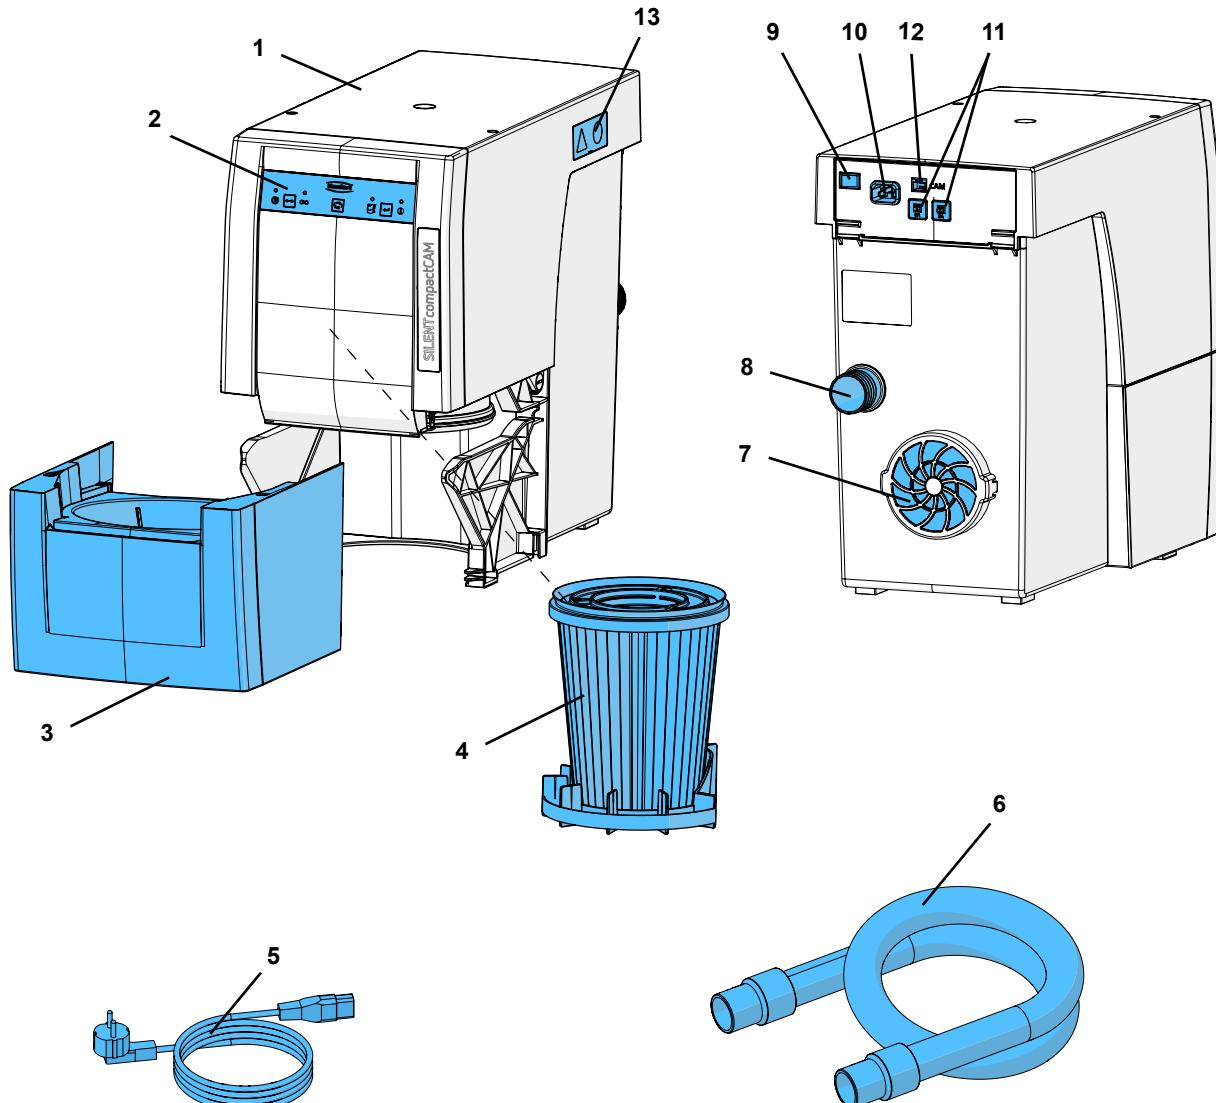

図 1
- ・集塵装置は、排気口(7、図1)を妨げないように、設置して下さい
- ・キャビネットの後壁に開口部を、排気口から直接の位置に250×120 mm以上のサイズで設けます（7、図1）。
- ⇒ 電源コード(5、図1)を電源コンセント(10)に挿し込みます。
- ⇒ 吸引ホース(6、図1)を吸引口(8)に挿し込みます。